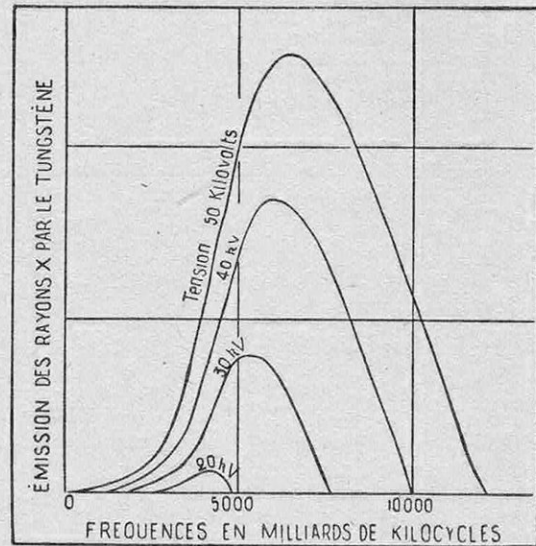

FIG. 11. — SPECTRE CONTINU DES RAYONS X
Ceci posé, on conçoit sans peine qu'un électron, freiné, ne pourra jamais produire un photon X, dont l'énergie serait plus grande que la sienne propre; d'où la limite brusque à laquelle nous venons de faire allusion. Les courbes de la figure 11 donnent les intensités d'émission pour le tung-
(1) Une tension de 50 000 volts produit une vitesse de 120 000 km/s; une tension de 20 000 volts, 80 000 km/s (fig. 11).
(1) Nouvelle analogie entre la lumière et les rayons X.
(2) Nous avons fait implicitement allusion à la loi d'Einstein à propos de la brusque limite du fond continu (fig. 11).